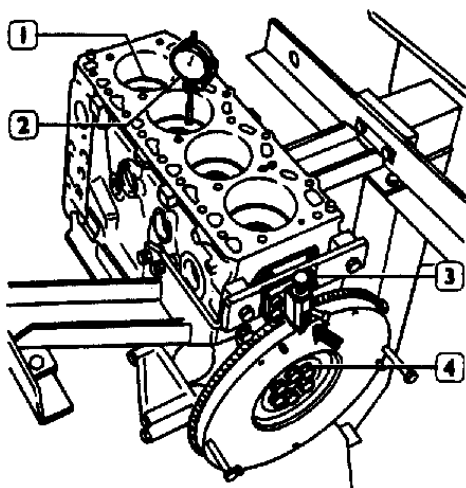

Figura 82
6. De esta forma, con el cigüeñal posicionado de manera que los pistones de los cilindros 1 y 2 están balanceados, posicionar el calibre 99395214 (3) en la canaleta fresada en el volante (indicada por la flecha en la figura 82).
7. Apretar ligeramente los tornillos (4) y retirar el calibre 99395214.
8. Instalar la traba de volante 99360306 (3).